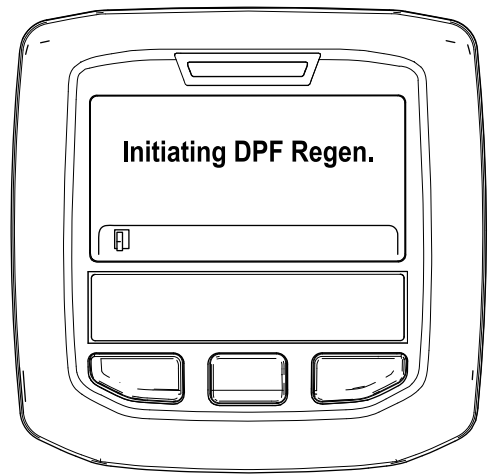

Figura 46
- A. Surge a mensagem "Initiating DPF Regen. (A iniciar Regen. DPF.) (Figura 46).